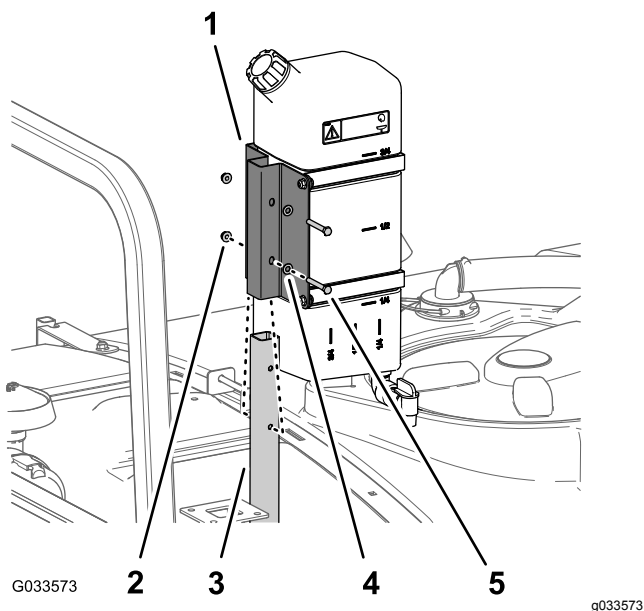

Рисунок 47
1. Установите бак пресной воды и крепление на опорную трубу с помощью 2 болтов (5/16 x 2 1/4 дюйма) и 2 фланцевых контргаек (5/16 дюйма), как показано на Рисунок 47.